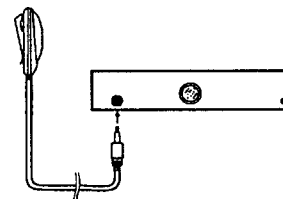

Рис. 27
4. Вставьте прилагаемый микрофон в гнездо для подключения микрофона [13] на бескорпусном блоке. (Рис.27)